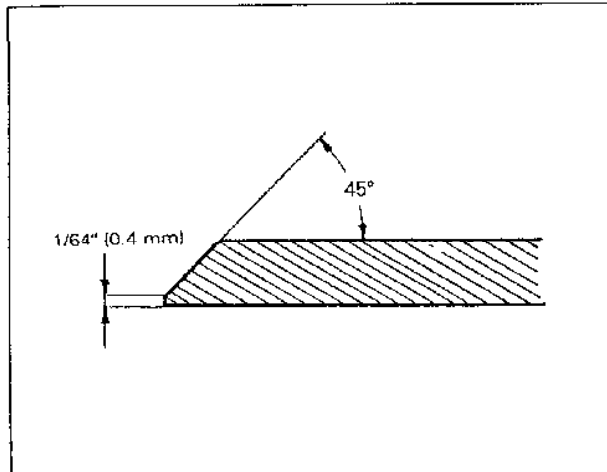

Figure 35
2. Keep the blade sharpening angle of 45°, Figure 35.
3. Keep a 0.4 mm cutting edge, Figure 35, a fine edge will chip and dull faster.
2. Maintenir l'angle d'aiguisage de lame de 45°, Figure 35.
3. Maintenir un rebord de coupe de 0,4 mm, Figure 35, un rebord plus fin s'émoussera et se cassera plus rapidement.